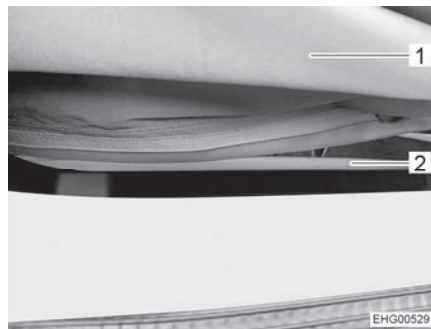

Bild 70 Reißverschluss
- Reißverschluss (Bild 70,2) an der Unterseite des Faltenbalgs (Bild 70,1) vollständig öffnen.